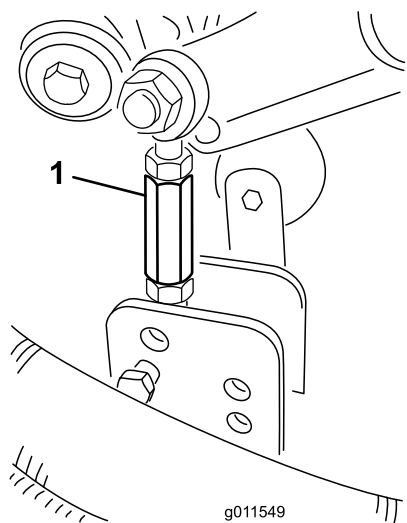

Figura 27
- Retire os contrapinos tipo grampo e os pinos de segurança que fixam os elementos de ligação do amortecedor aos suportes da plataforma do cortador (Figura 27).